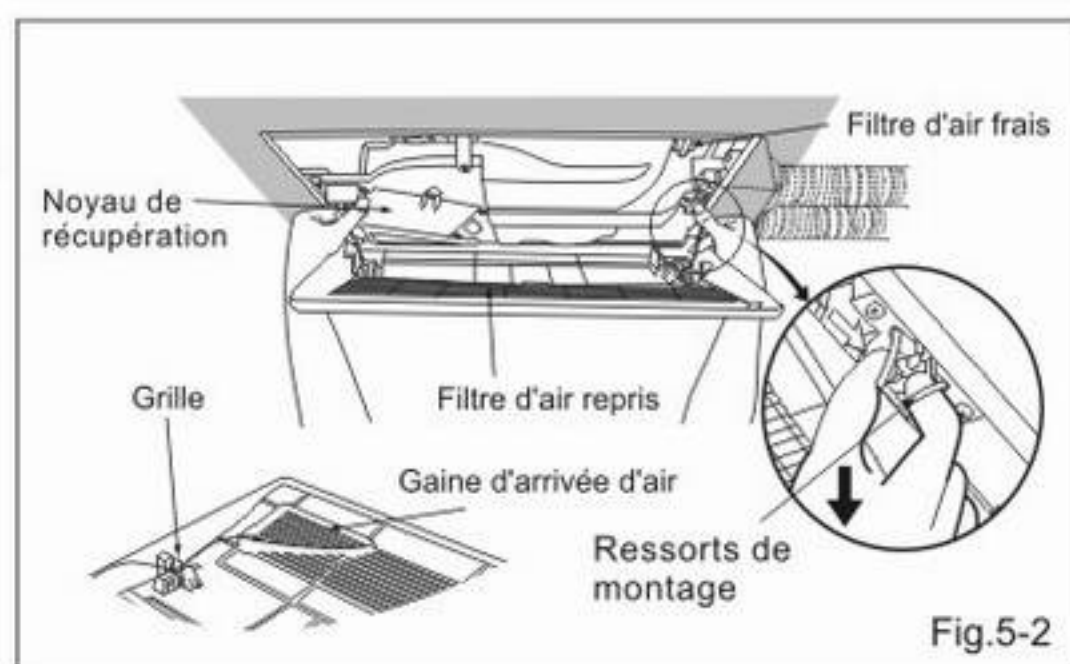

Fig.5-2
11. Tournez la grille dans la direction appropriée afin d'ajuster les ressorts de montage de la paroi d'arrivée d'air dans les encoches comme indiqué, puis ajustez la grille au boîtier du ventilateur. Lors de l'installation de la grille, veuillez laisser le bac de récupération à gauche et gardez le filtre d'air repris face à vous. (Voir Fig.5-2)